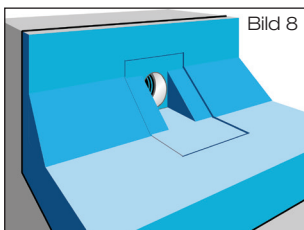

Bild 8
Konturen des Ablaufrohres mit Festflansch in Wärmedämmung einarbeiten (Bild 8). Der Festflansch des Ablaufrohres soll gemäß Flachdachrichtlinien oberflächenbündig in die Unterlage eingelassen werden.
3.1 Wärmedämmplatten verlegen. Konturen des Ablaufrohres mit Festflansch in Wärmedämmung einarbeiten (Bild 8). Der Festflansch des Ablaufrohres soll gemäß Flachdachrichtlinien oberflächenbündig in die Unterlage eingelassen werden.